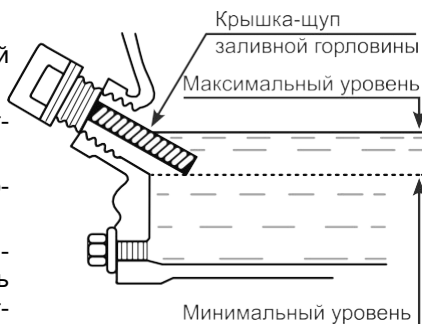

Рис.20 Уровень масла в картере
2. Снимите крышку/щуп маслозаливного отверстия (А) Рис. 20.
4. Установите на место крышку/щуп, не закручивая его. Снова извлеките щуп, уровень масла должен соответствовать верхней отметке на щупе (В) Рис.20, что соответствует нижнему краю маслозаливной горловины.